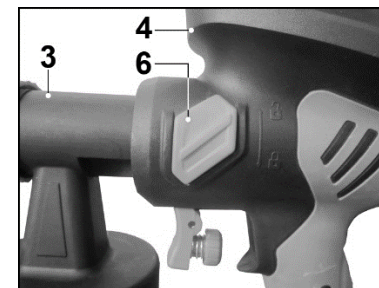

Рис. 3.
7.1. Сборка краскопульты (Рис. 3)
7.1.1. Поместите распылитель (3) в корпус компрессора (4), и зафиксируйте в этом положении двумя фиксаторами (6) как показано на Рис.3.